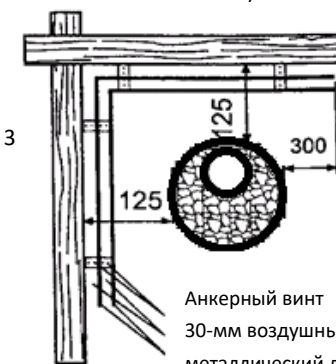

Рис. 3
3. Безопасные расстояния, указанные в пункте 1, могут быть уменьшены еще больше - минимум до 125 мм, при условии использования двойной защиты. Двойная защита может быть выполнена с применением двух листов, описанных в пункте 2. Воздушный зазор между стенкой и защитными листами должен быть оставлен не менее 30 мм. (Рис. 3).